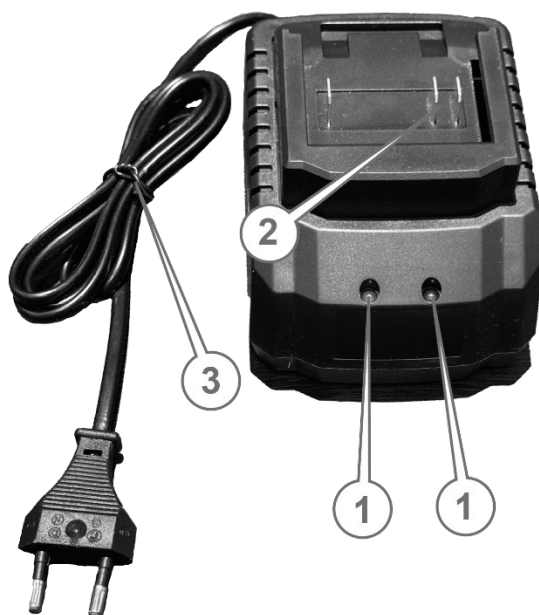

Рисунок 3. Загальний вигляд зарядного пристрою.
4. Контролювати ступінь заряджання акумулятора за кольором індикаторів (1, рис. 3).